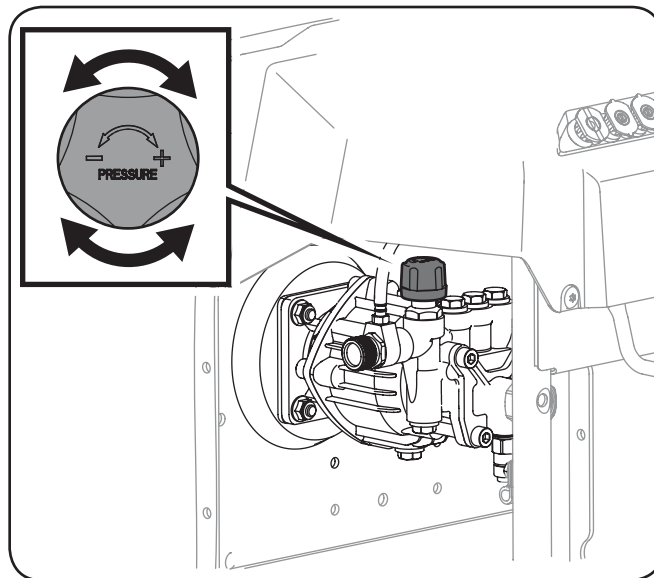

Figura 3-11
6. Se suministra una válvula de control de presión para regular la presión de rociado que suministra la lavadora a presión a través del gatillo rociador. De fábrica, la unidad se configuró con la presión máxima. Para reducir la presión, gire la perilla en el sentido contrario a las agujas del reloj. Consulte la Figura 3-11.